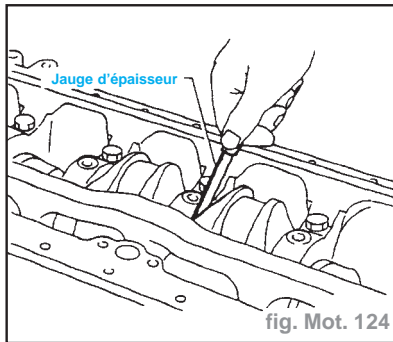

fig. Mot. 124
- Mesurer le jeu axial du vilebrequin (fig. Mot. 124) :